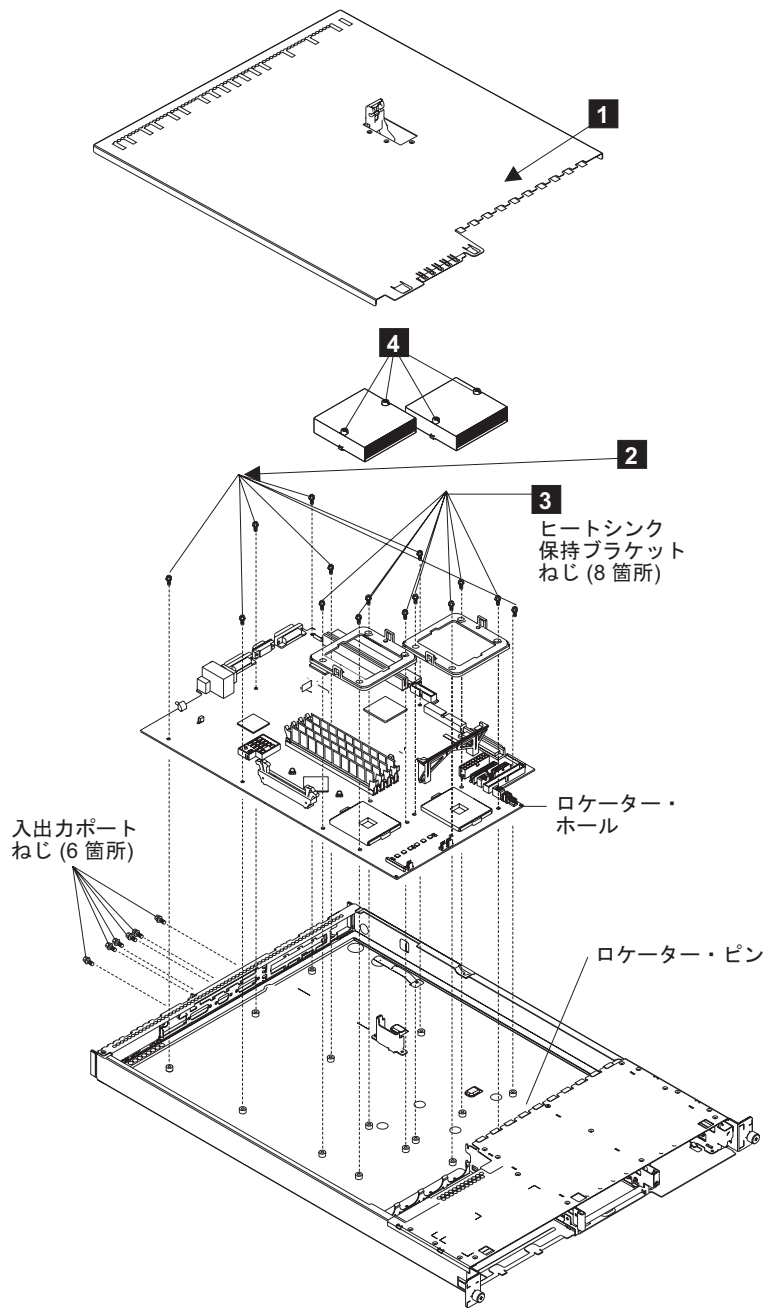

図 219. SAN ボリューム・コントローラー 2145-4F2 システム・ボード
1. 7 本のねじ (264 ページの図 219 の **2**) を再取り付けします。
4. それぞれのヒートシンク保持ブラケット (264 ページの図 219 の **3**) のねじを再取り付けします。